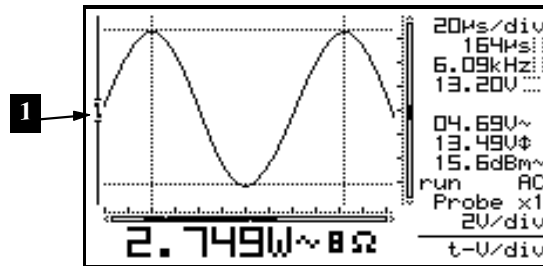

Fig 36
- Tout changement de la vitesse de balayage ou de la sensibilité, annule le mode "autorange". (Fig 36)